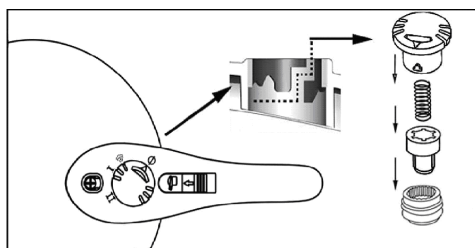

Fig.13
Demontarea specială se efectuează după cum urmează (Fig.13)
- - prezentat în Fig. 13, apoi curățați-le;
Supapa de presiune de lucru: scoateți supapa de presiune manual și curățați-o (vezi Fig.13)